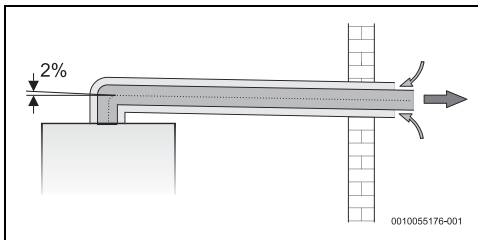

Bild 21 Installation vom Typ C13
- ein Gefälle aufweisen (Bild 21)